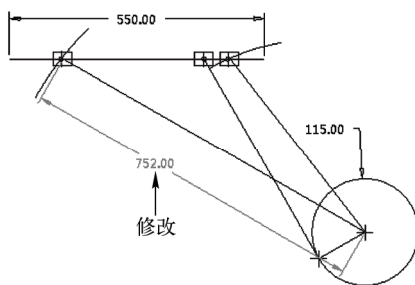

图 4-49 修改标注尺寸值效果
STEP 04 单击“确定”按钮, 系统会自动根据新尺寸重新生成图形, 即可完成标注尺寸值的修改, 效果如图 4-49 所示。